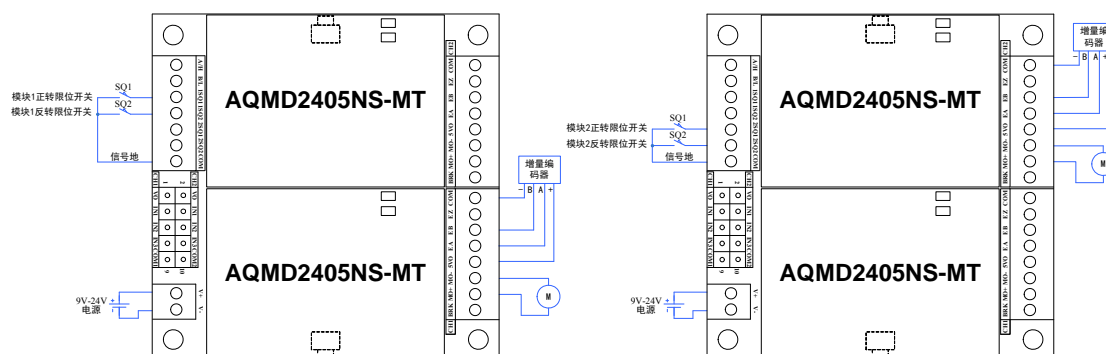

图 5.125 模块 1（图左）/模块 2（图右）行程学习的接线方法
- 1) 断掉驱动器电源，确保电源、上位机、电机及电机编码器与驱动器已正确连接，如图 5.125 所示；